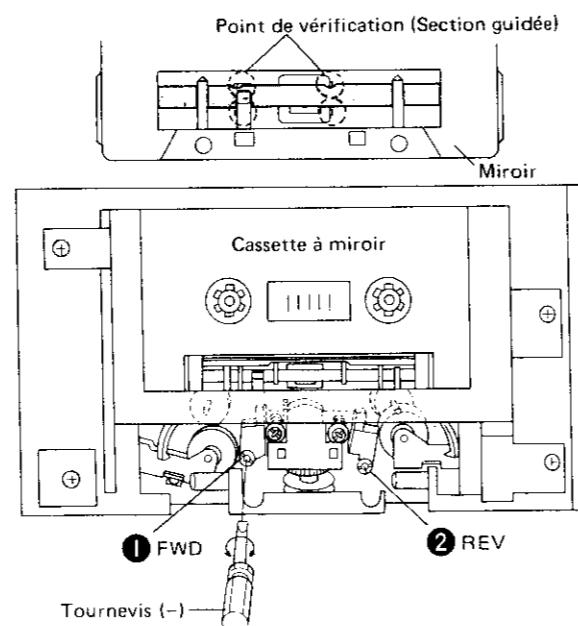

Fig. 12-4 Réglage du défilement de bande
- Régler l'écrou ① pour assurer qu'entre les guides et les têtes d'enregistrement et d'effacement, la bande ne se gondole pas. Voir Fig. 12-4.
- Régler l'écrou ② pour assurer qu'entre les guides et la tête d'enregistrement et la tête factice, la bande ne se gondole pas.